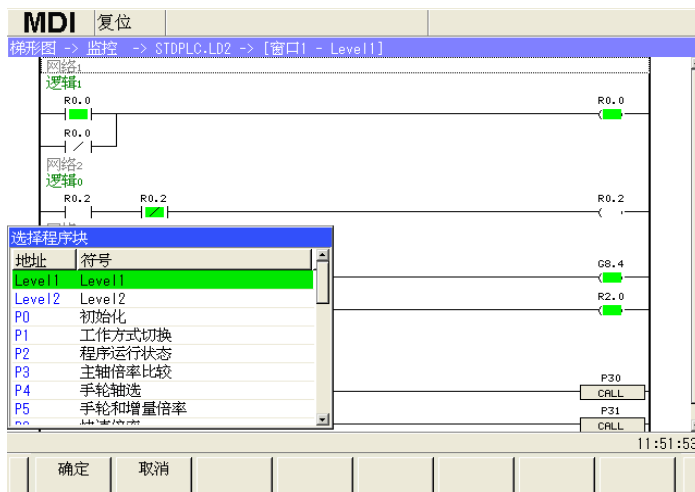

图 3-4-5
- ① 根据需要选择窗口。
- ② 按 请选择 软键，此时显示页面如图 3-4-5 所示：